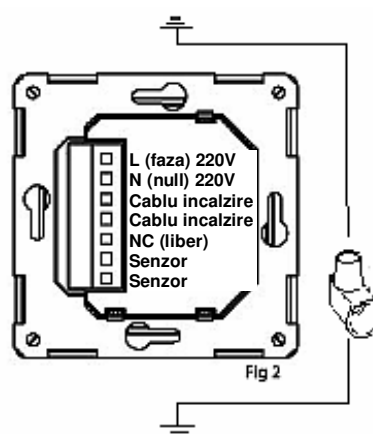

Fig 2
3. Conectati tensiunea de alimentare 230 VAC, sarcina si senzorul de pardoseala. Orice prelungire a cablului senzorului de pardoseala se va face cu cabluri rezistente la tensiune – 230 V. Conexiunile se fac la un sir de cleme (Fig 2).